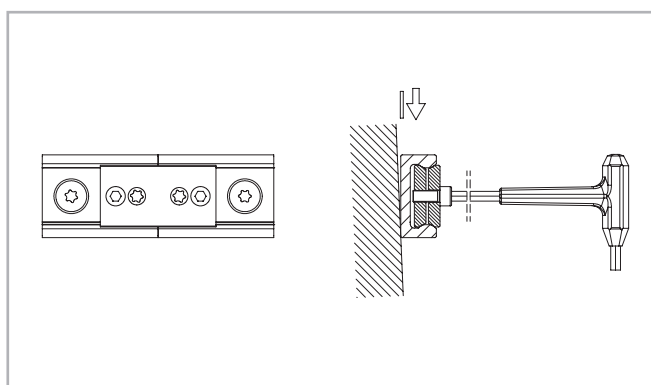

Рис. 81
- (3) Установите на участок стыковки соединительное устройство, и равномерно затяните регулировочные винты до тех пор, пока не будет достигнута точная относительная приводка рабочих поверхностей совмещаемых сегментов составной направляющей (рис. 81).